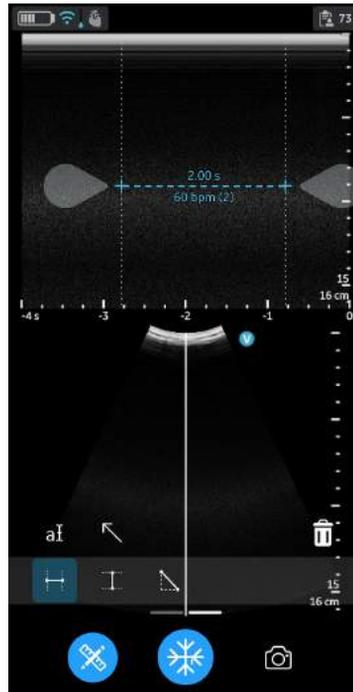

Abbildung 5-37. Zeitintervallmessung im M-Mode
4. Das System zeigt die Zeitmessung und die entsprechende berechnete Herzfrequenz an. Die Anzahl der Schläge, die für die Herzfrequenzberechnung verwendet werden, wird zusammen mit der berechneten Herzfrequenz aufgeführt. Beispiel: „60 bpm (2)“ (siehe Abbildung 5-37).